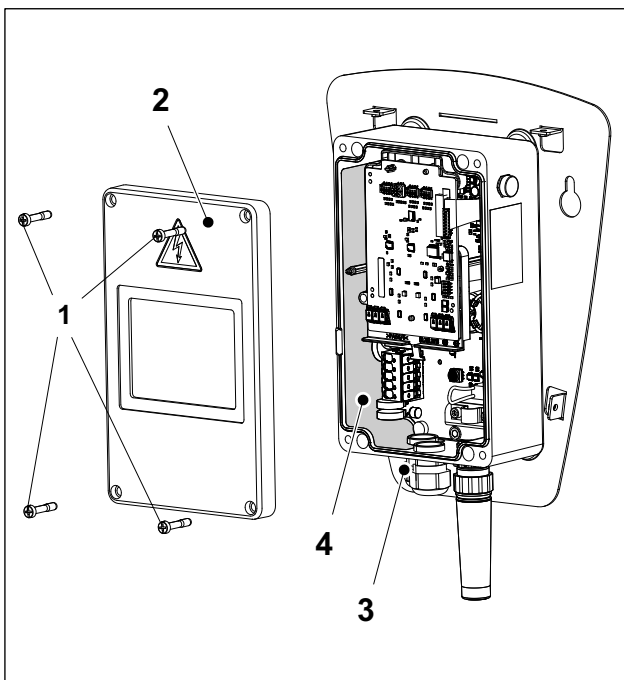

Abb. 4 Wallbox Energy Control, geöffnetes Elektronikgehäuse
1. Die vier Schrauben (Abb. 4/1) lösen und den Deckel des Elektronikgehäuses (Abb. 4/2) abnehmen.
2. Die Kabelverschraubung ESKV25 (Beipackzubehör) mit dem dazugehörigen Dichting EADR25 (Beipackzubehör) in das Elektronikgehäuse einschrauben (Abb. 4/3) und festziehen (8 Nm).
5. Die Hinweise auf dem Aufkleber (Abb. 4/4) beachten und danach den Aufkleber an der Kabelführung durchstoßen.
9. Den Deckel des Elektronikgehäuses (Abb. 4/2) aufsetzen und die vier Schrauben festziehen (2,5 Nm).